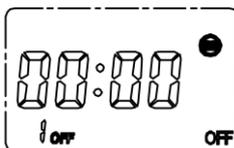

Fig.11
6.2.3.2 Para introducir 1ON (primer programa ON): pulsar "◀", "▲" y "▼" hasta fijar la fecha y hora de este programa; a continuación. A continuación "◀" hasta que la hora quede fija (sin parpadear) y pulse "▲" y "▼" para cancelar o introducir la indicación de latitud "Θ". Una vez terminado este proceso, pulsar "MD" para memorizar el programa 1ON e introducir el ajuste 1OFF (primer programa OFF) (ver Fig.11)